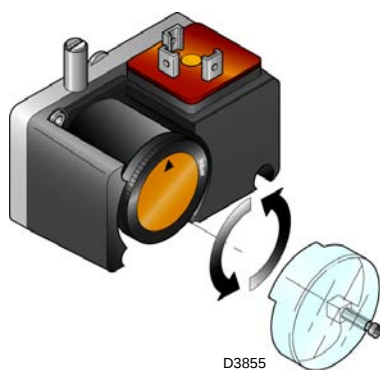

Fig. 25
- Stel de minimumgasdrukschakelaar af op het schaalbegin (Fig. 25).